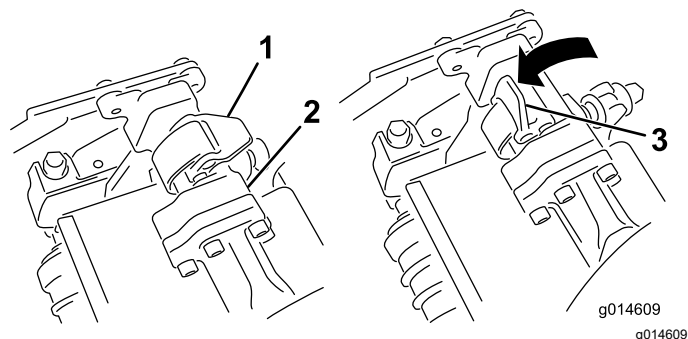
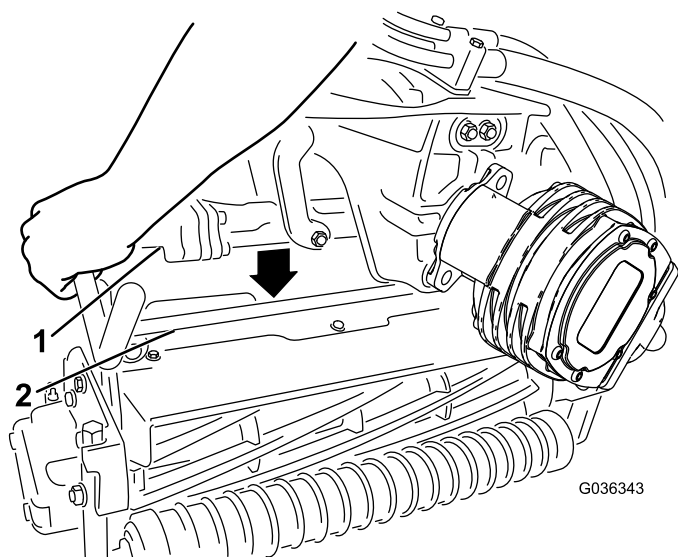

Figura 51
Figura 52
4. Com as travas na barra do braço de suspensão apontando para cima (ou seja, abertas) (Figura 51), empurre o braço de suspensão para baixo para que a barra se encaixe sobre a barra na parte superior da unidade de corte (Figura 52).
5. Feche as travas para baixo e ao redor da barra da unidade de corte e trave-as no lugar (Figura 51).
5. Abra as travas na barra do braço de suspensão da unidade de corte que você está removendo (Figura 51).